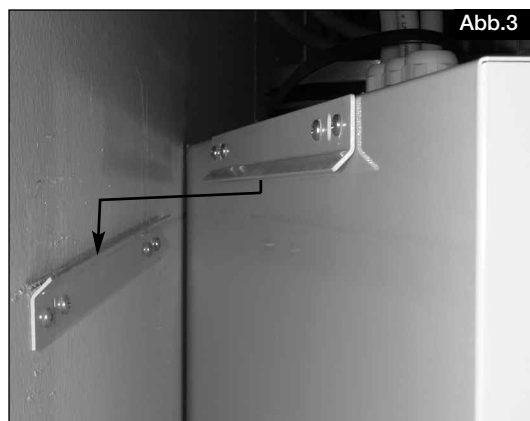

Abb.3
2. Kompaktgerät in die Trageschiene einhängen. Die obere an der Rückseite des WRGZ-Gerätes ist bereits vormontiert (Abb.3).